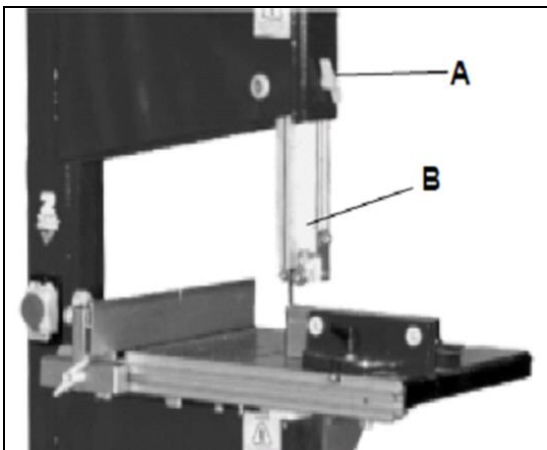

Fig 17
Um die Schnitthöhe zu justieren, lösen Sie die Flügelmutter (A, Fig 17) und bewegen Sie die obere Bandführung und den Bandschutz (B).